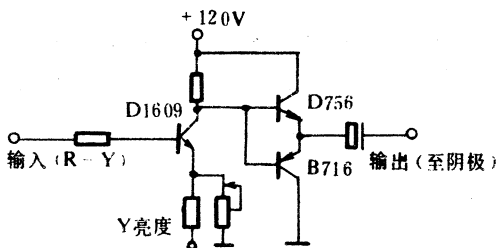

图 1-24 视放矩阵局部电路
**故障分析与维修** 根据其现象,断电打开后盖仔细观察视放矩阵电路,又通电后,闻有糊味并听到行频叫声。查视放矩阵局部电路图 1-24。
将图 1-24 中的 D1609、D756、B716 三只管子依次焊下后,分别用万用表测量,发现都已击穿短路。在此开路状态下,再通电,行频声消失,屏幕上出现光栅,但缺少红色。从图可分析出,这是一种互补输出电路,D756 管子被击穿,与之互补的 B716 管子也遭到损坏,从而导致 D1609 管子的损坏。因一时找不到与这三个管子型号完全相同的元件来替换,经多方查